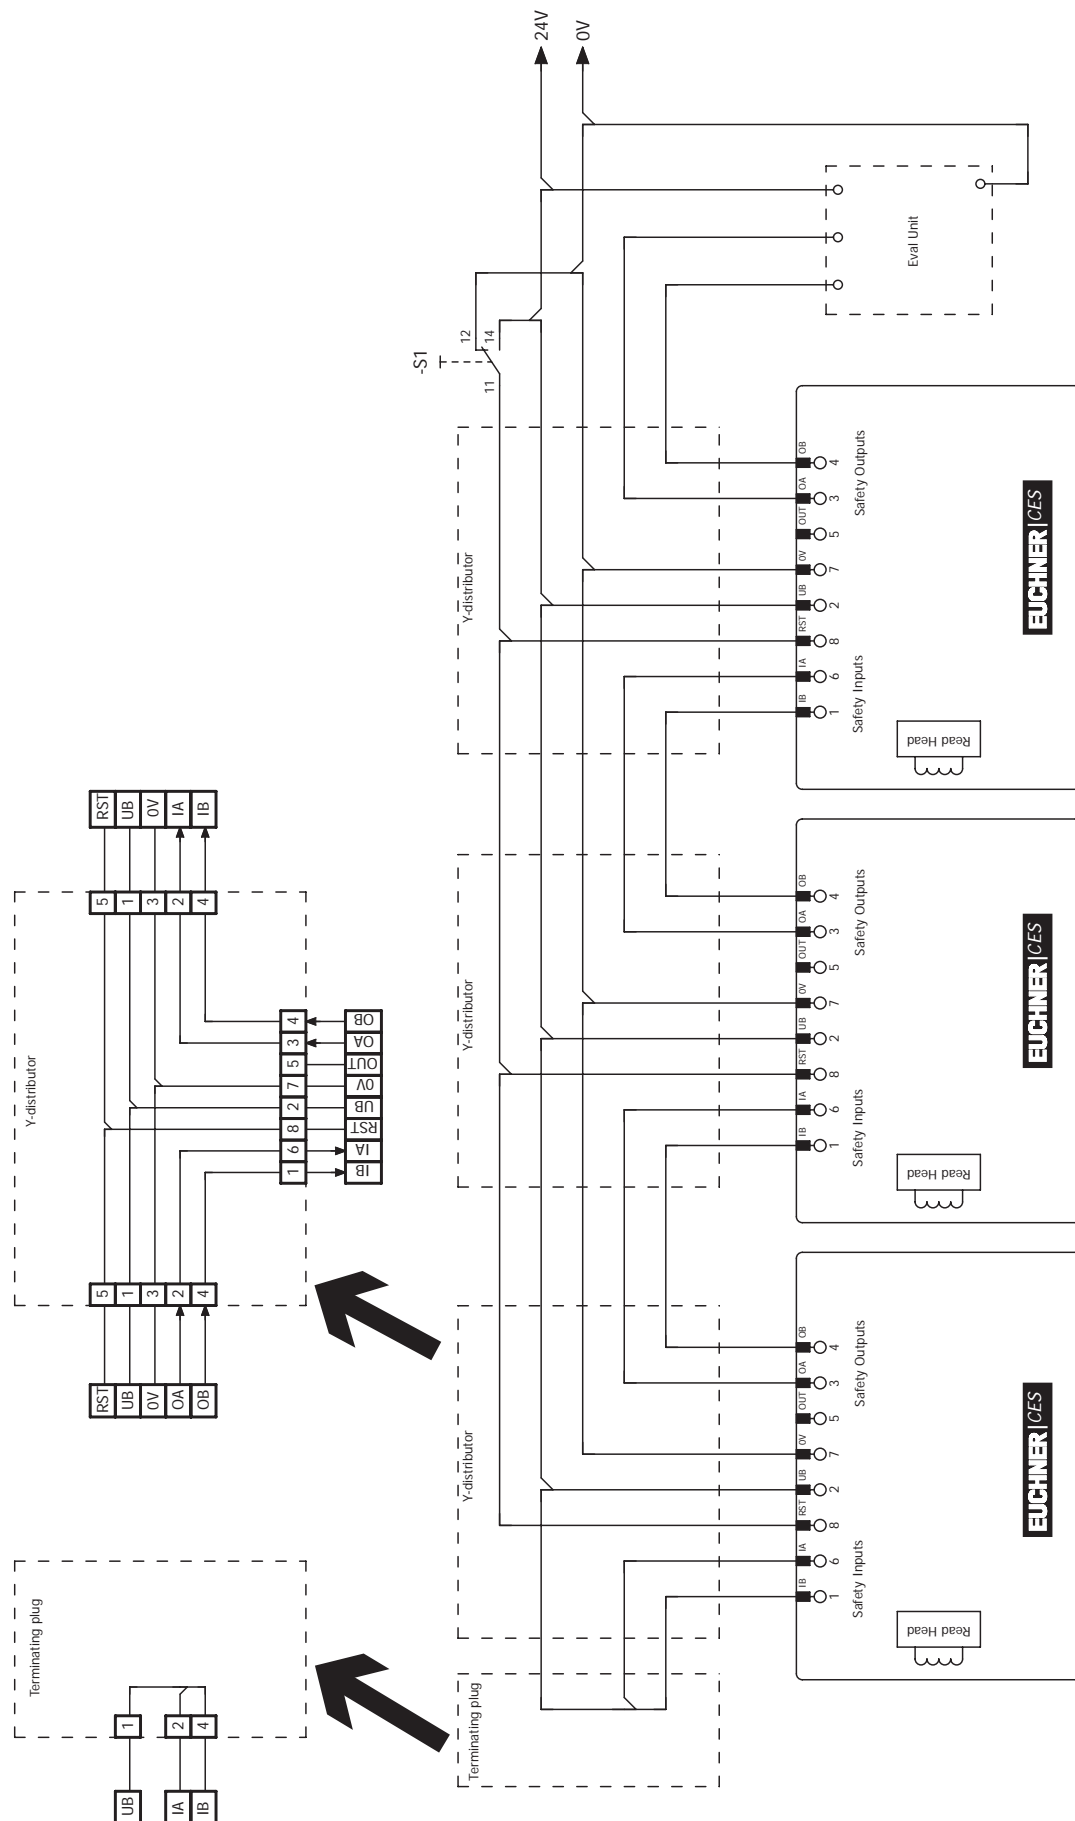

Figura 4: Ejemplo de conexión en serie con reinicio y conmutador
- Debe utilizarse una señal común para todos los interruptores de la cadena. Puede tratarse de un conmutador, pero también se puede utilizar la salida de un sistema de control. No deben utilizarse pulsadores, ya que el reinicio siempre debe estar en GND durante el funcionamiento (véase el interruptor S1 en la *Figura 4 en la página 18*).
Para que esto sea posible, la entrada RST debe conectarse como se muestra en la *Figura 4 en la página 18*.